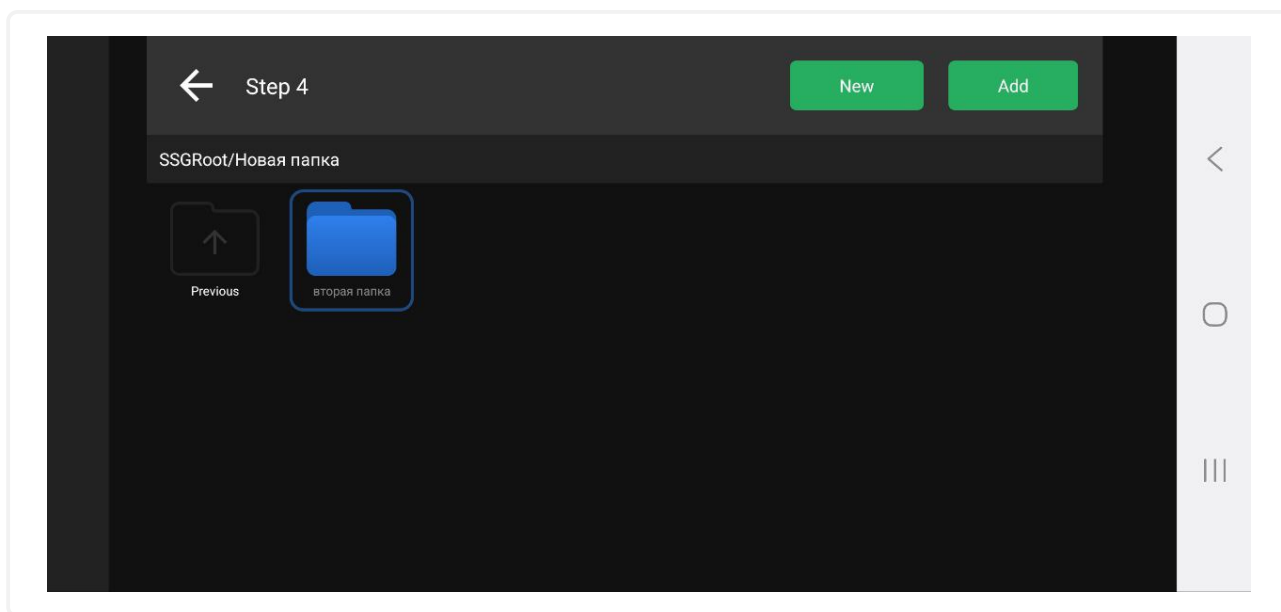

Рис. 39: Экран выбора файлов с программами для привязки к кнопке
2. В открывшемся экране просмотра файлов и папок программ выберите файл или папку с файлами (см. рис. 39 на противоположной странице)